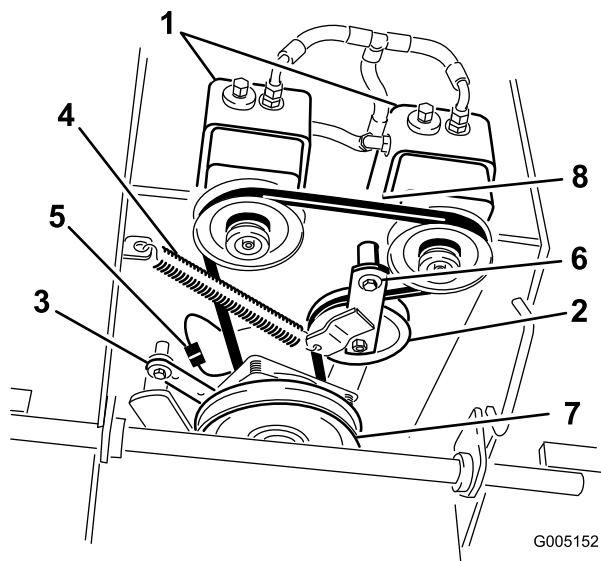

Figura 42
6. Scollegate il fermo frizione dalla scocca del motore (Figura 42).
7. Sganciate la molla di tensione dal telaio (Figura 42).
9. Montate la molla di tensione tra il braccio di rinvio e la staffa del telaio (Figura 42).
10. Montate il fermo frizione sulla scocca del motore (Figura 42).